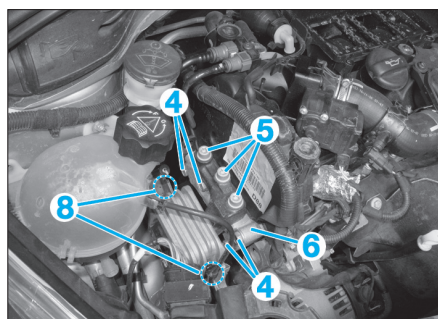

Fig. 12b
- les vis du support moteur (5), (8) (Fig.12b),